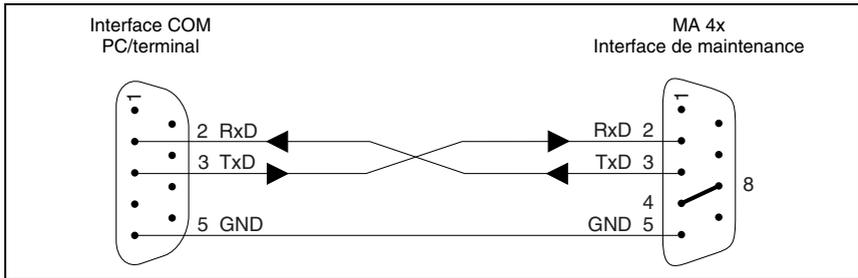

Figure 8.1 : Câble de démarrage pour MA 4x DP-k
- Dans le menu déroulant **Online** → **System** → **Bootstart**, la remarque « The system will be reset... » (le système est en cours de réinitialisation) apparaît et peut être confirmée après lecture en appuyant sur Entrée. La touche Échap interrompt le processus. Après confirmation, le message « Wait for hardware receipt » (attente d'une réponse de l'appareil) apparaît à l'écran (voir figure 8.1 page 78).